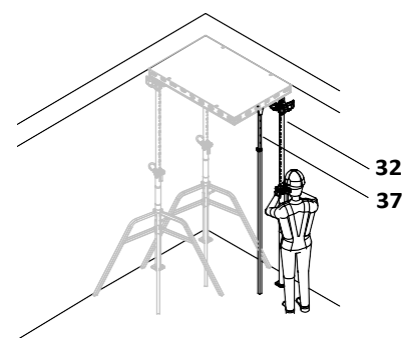

Fig. D2.04
5. Поставете третата подпора с глава DFH (32) на края на елемента и наклонена навътре и я изправете навън. Разстояние 1.20 m. (Fig. D2.04)